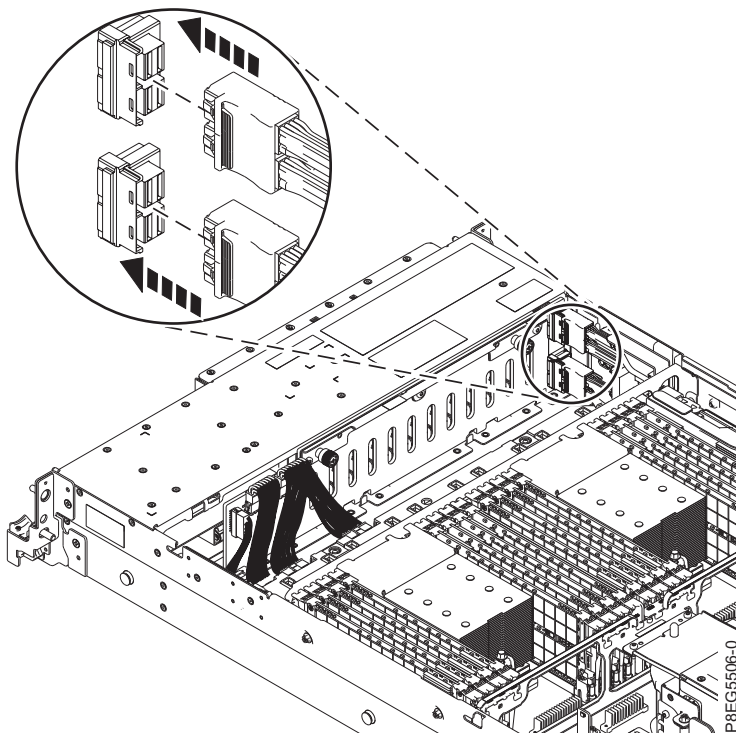

Figura 9. Reconectando os cabos SAS frontais
7. Reconecte o cabo SAS frontal ao painel traseiro da unidade de disco, conforme mostrado na Figura 9 na página 10. Empurre o conector até que a trava se encaixe.